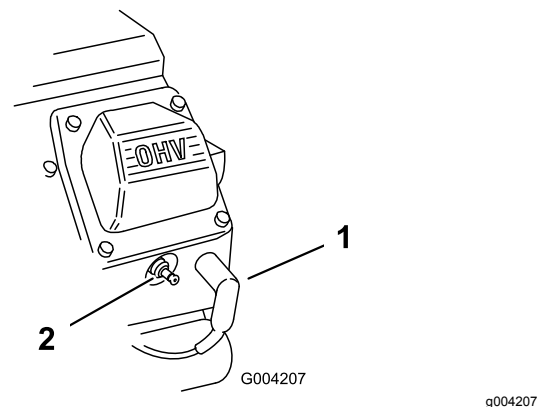

Bild 48
2. Ziehen Sie die Kabel von den Zündkerzen ab (**Bild 48**).
3. Stecken Sie die Kabel auf die Zündkerzen (Bild 48).